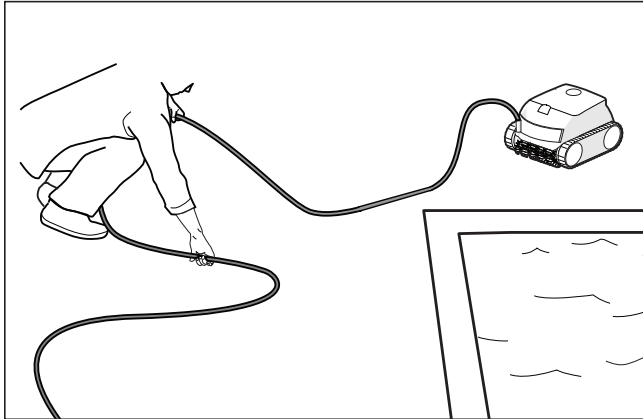

Figure 10. Démêler le câble d'alimentation
- Retirez le robot de la piscine et démêlez tous les plis du câble d'alimentation. Commencez par la tête du nettoyeur. Posez le câble au soleil pour libérer toute mémoire enchevêtrée (Figure 10).